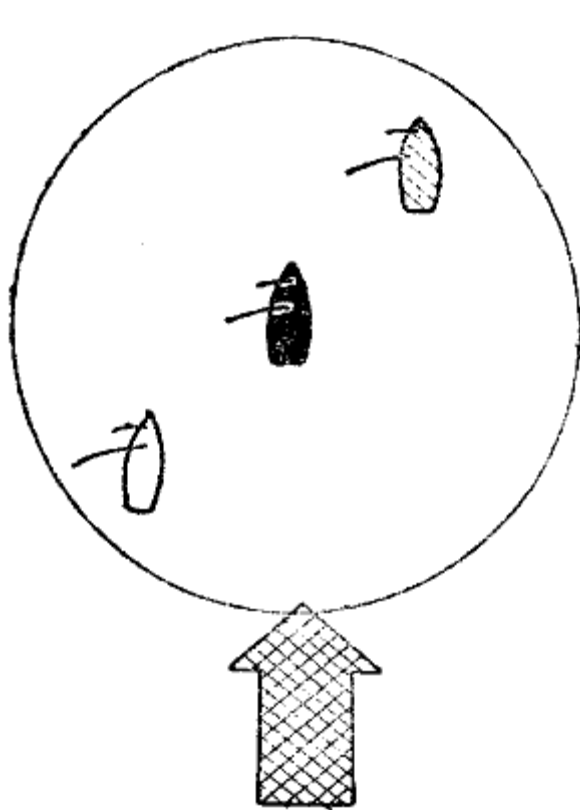

Рис. 221. Яхты не связаны
3. К новым понятиям особых прав дороги относится понятие «связанности», (рис. 221). Одна яхта будет явно впереди другой до тех пор, пока все части ее корпуса и вооружения находятся перед воображаемой линией, проходящей по траверсу от передней точки корпуса или вооружения другой яхты. При таком положении другая яхта расположена явно позади первой. Две яхты связаны (рис 222), если ни одна из них не находится явно впереди. Эта связанность имеет место также и в том случае, когда третья яхта, расположенная между ними, связана с каждой в отдельности.